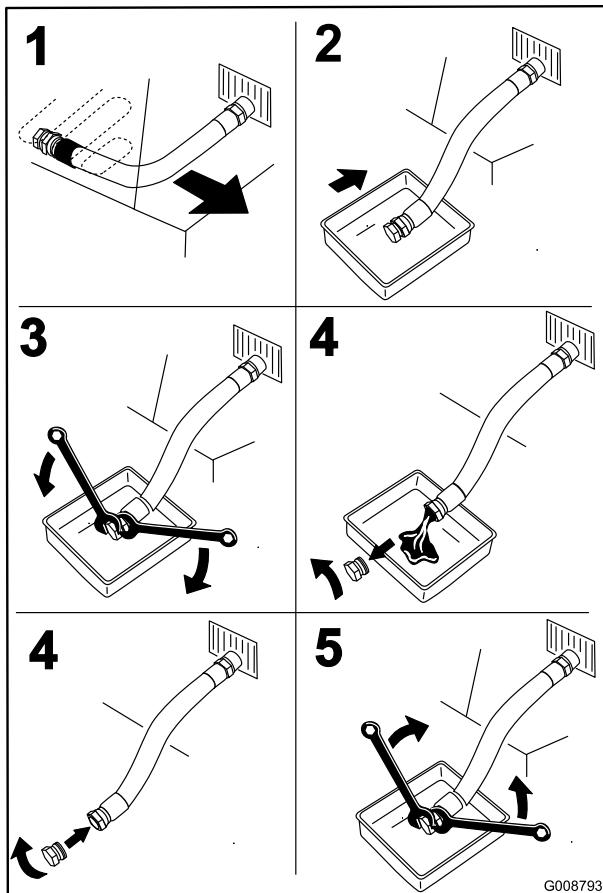

Bild 50
4. Stellen Sie vor dem Verlassen des Fahrersitzes den Motor ab, ziehen Sie den Schlüssel ab und warten Sie, bis alle rotierenden Teile zum Stillstand gekommen sind (Bild 50).